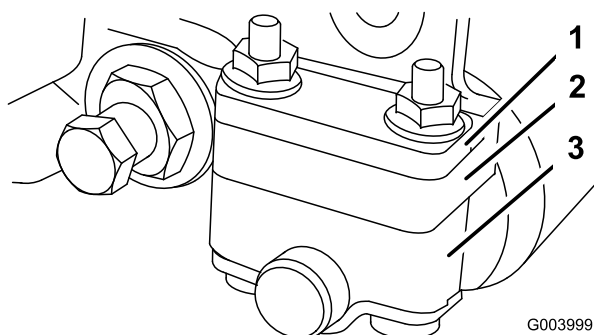
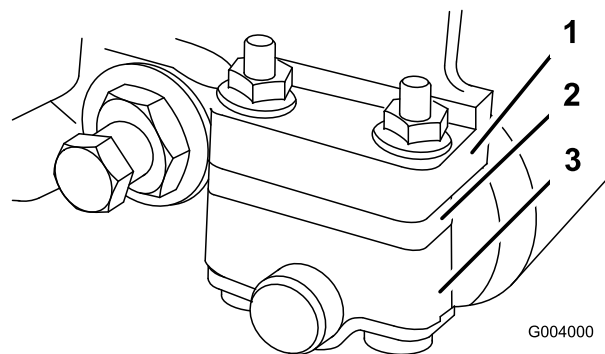

Figura 49
Figura 50
1. Regolate le staffe del rullo posteriore nella posizione superiore o inferiore, secondo il range di altezze di taglio preferito (Figura 49 e Figura 50).
- Con un range di altezze di taglio da 3 mm a 25,4 mm collocate il distanziale sotto la flangia di montaggio della piastra laterale (Figura 50).